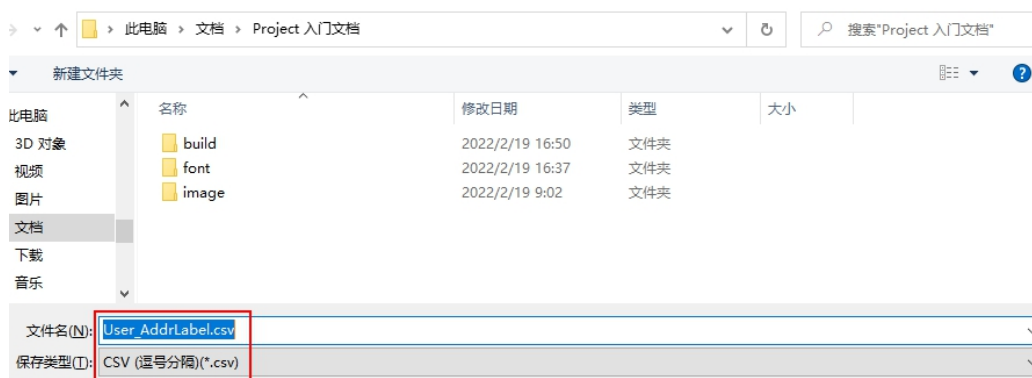

图 14-9 存储格式
2. csv、xml 存储：将表格存储为 csv（逗号分隔）或 xml 格式，如图 14-9 所示：